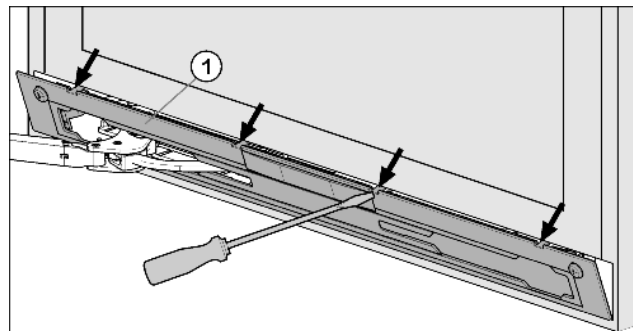

Fig. 4
- ▶ Desencaje el panel Fig. 4 (1) con el destornillador para tornillos de cabeza ranurada y retírelo.